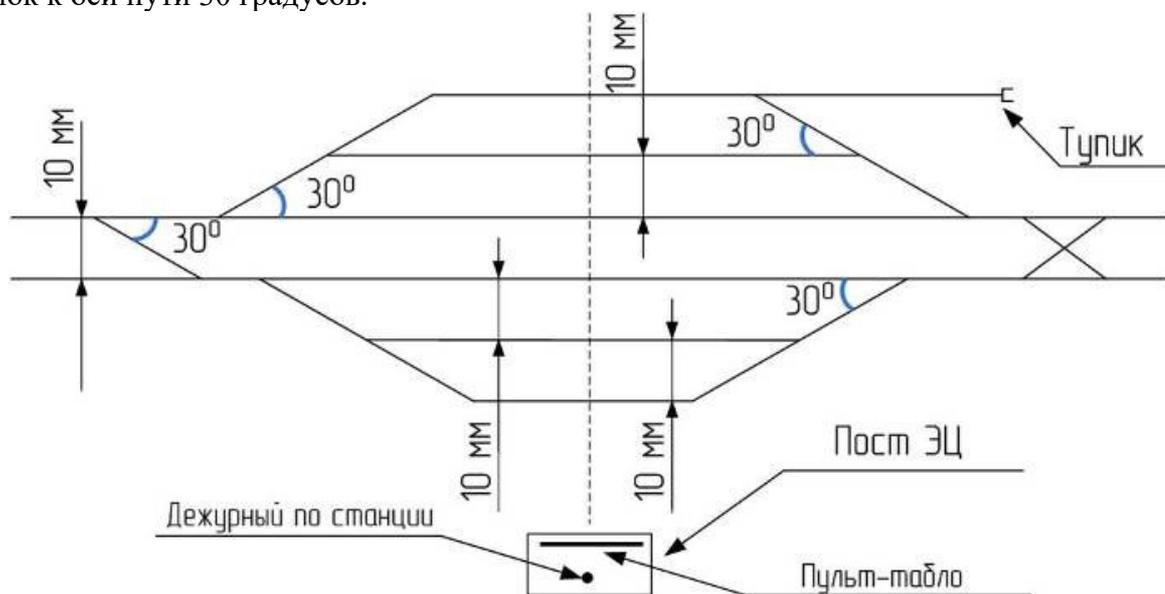

Рисунок 3 – Пример оформления однониточного плана станции
**Однониточный план станции.** Однониточный план (рис. 3) представляет собой немасштабное однолинейное изображение путей, стрелок, светофоров, изолирующих стыков и других объектов станции с соблюдением их взаимного расположения и пропорции в длинах путей. Таким образом, элементы на плане находятся в местах, соответствующих их удалению по ординатам от оси станции.
**1. Вычертить путевое развитие станции с соблюдением взаимного расположения и пропорций в длинах путей (рис. 3).** Принять ширину междупутья равной 10 мм, а наклон стрелок к оси пути 30 градусов.